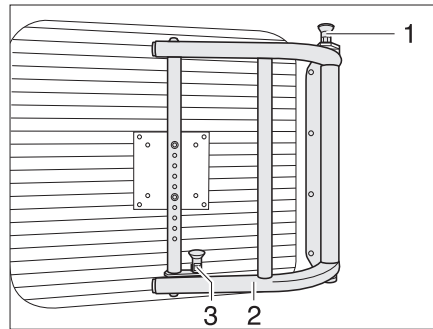

Fig. 65 Brazo giratorio para pantalla plana
- Tirar los botones de desbloqueo (Fig. 65,1 y 3) hacia arriba para desbloquear el brazo giratorio.
- Girar la pantalla plana con el soporte (Fig. 65,2) a la posición deseada.